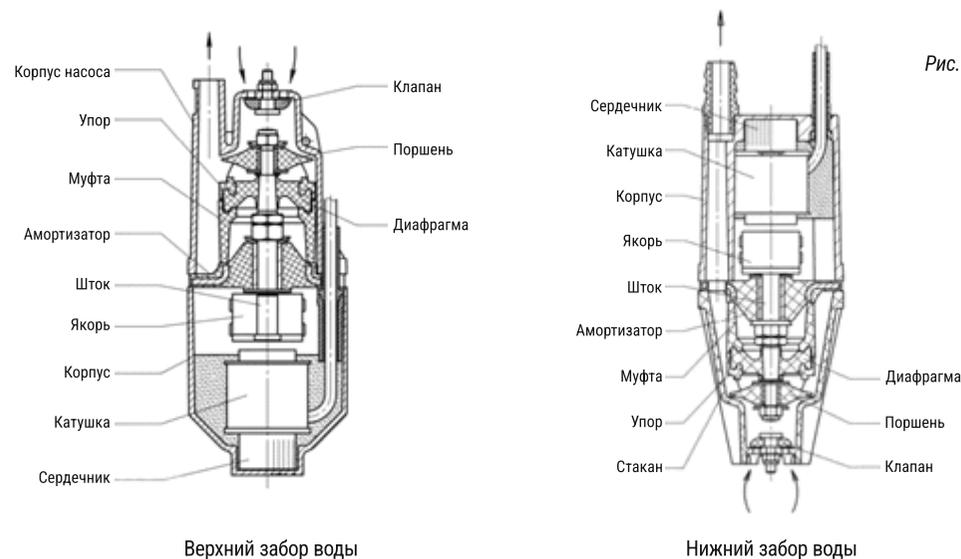

Рис. 1
4.1. Техническое описание насосов (рис. 1)